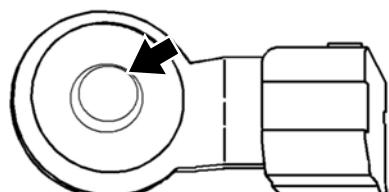

Рисунок 2.60-7: Посадочная поверхность датчика детонации
1. Нанесите очень тонкий слой средства для выявления пятен контакта, например, берлинскую лазурь Permatex (или эквивалент) на посадочную поверхность датчика детонации (см. Рисунок 2.60-7).